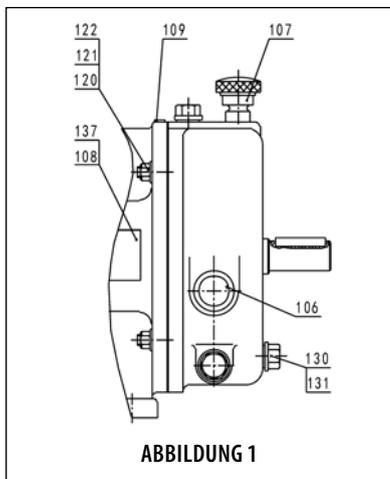

ABBILDUNG 1
Siehe Abbildung 1 Lösen Sie die Ablassschraube (130), den Luftfilter (107) und lassen Sie das Schmieröl aus dem Getriebe (04) ab. Fangen Sie das Schmieröl in einem geeigneten Behälter auf. Nehmen Sie das Getriebe (04) ab, nachdem die Kontermuttern (121) entfernt wurden.